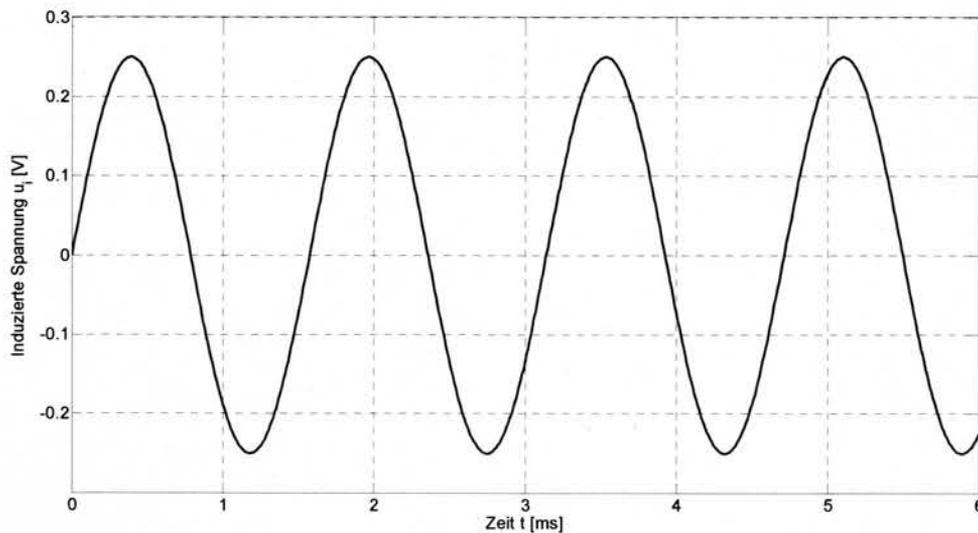

Abbildung 2: Induzierte Spannung bei einer Drehzahlmessung
- b) Abbildung 2 zeigt die in einem Induktivegeber induzierte Spannung bei der Messung einer konstanten Drehzahl. Das Impulsrad (Zahnrad) hat 33 Zähne. Wie hoch ist die gemessene Drehzahl in [1/s]? (1 Punkt)